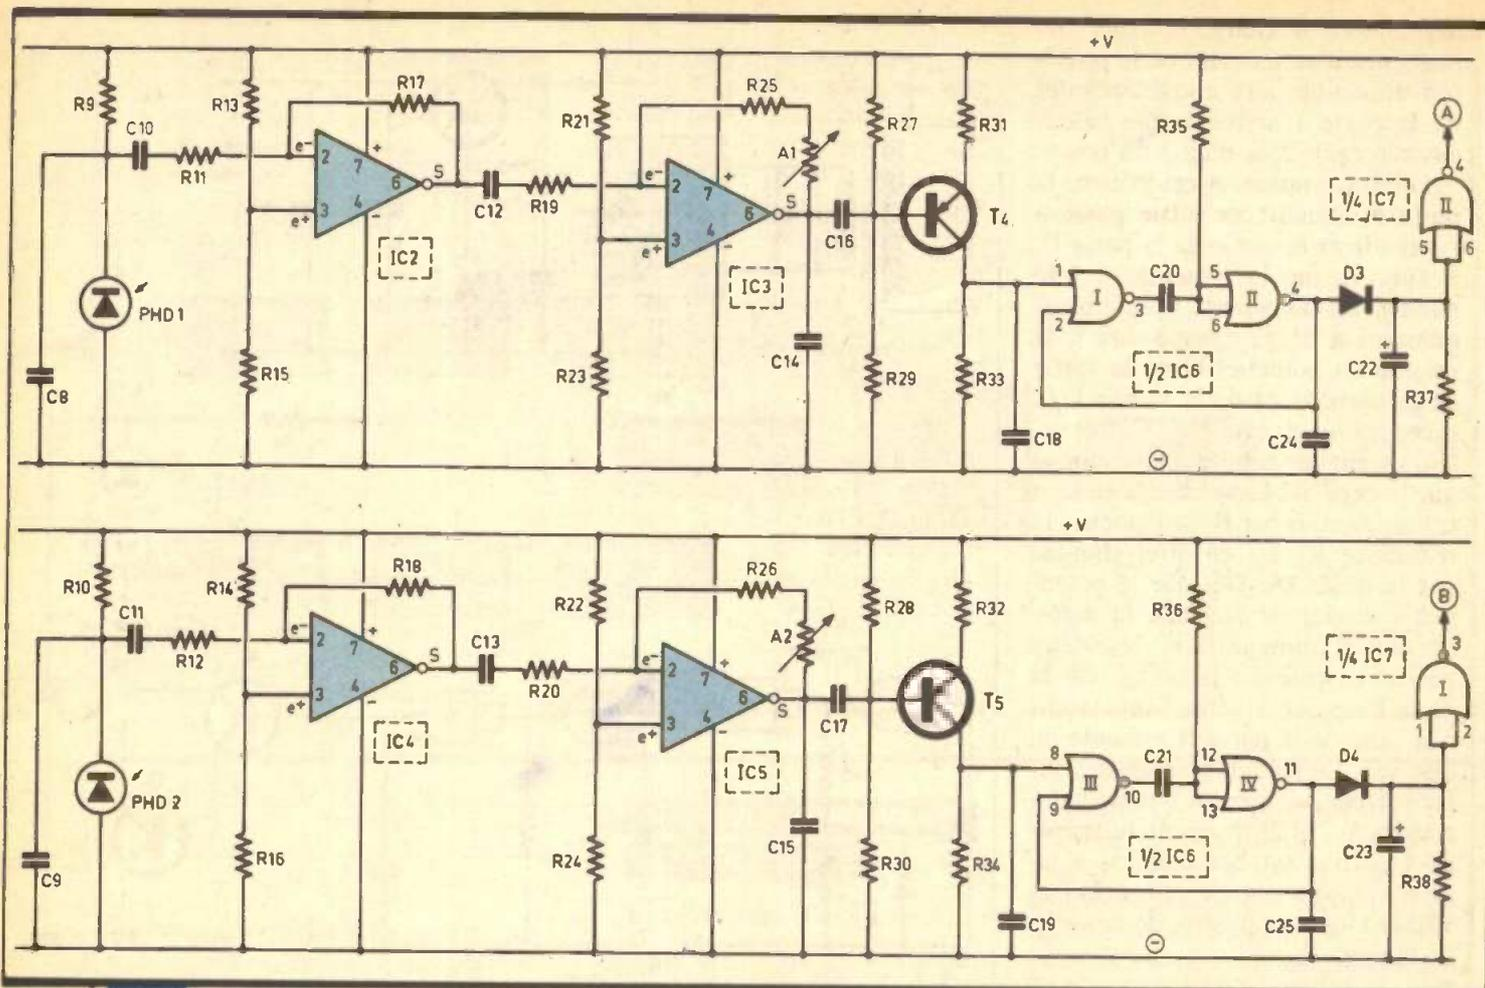

Fig. 4 Réception, amplification et mise en forme du signal.
d) Réception et amplification des signaux infrarouge (fig. 4)
e) Mise en forme du signal (fig. 4)